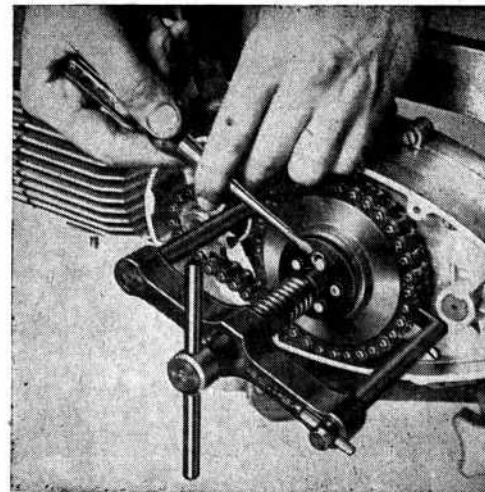

Рис. 28
Снять передний щит. При помощи торцевого ключа Н 39 вывернуть гайку М 8 крепления рычага переключения передач к двигателю и рычаг снять. Снять также левую опору для ног. В нижней части двигателя далее вывернуть при помощи ключа Н 39 винт (пробку) из сливного отверстия и слить масло из двигателя. На левой стороне двигателя вывернуть все болты крепления крышки № 12 в его задней части вывернуть стяжной болт. Если крышку после вывернутия винтов и болта нельзя легко снять, освободим её лёгким ударом деревянного молота. При помощи съемника Н 4 и прокладки с 5 отверстиями Н 62 сжать пружины сцепления (5) и отверткой высунуть предохранители (8) — рис. 28.